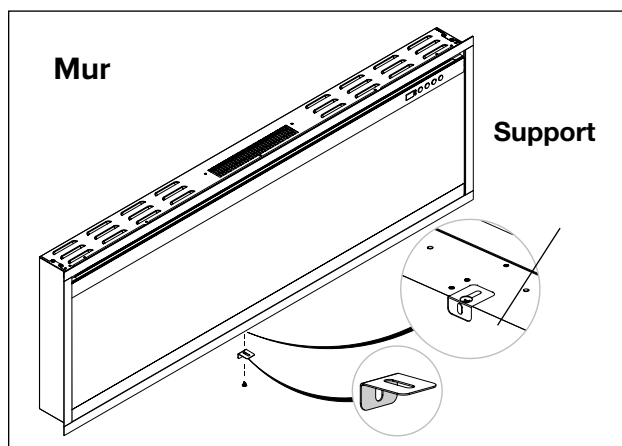

Fig. 5
7. Pour fixer le foyer aux crochets du support mural, installez le petit support de fixation (fourni) au bas de l'appareil en retirant la vis existante au centre de l'appareil, puis en la réinstallant avec le support. (**Fig. 5**). Cela garantira que le foyer est bien fixé au mur.